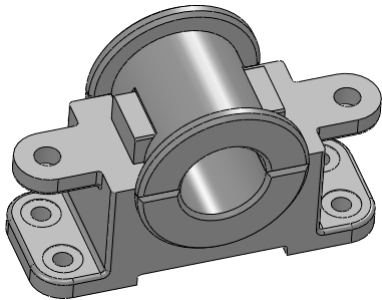

图 6-42 复制卡销
STEP 7 单击“装配体”工具栏中的“随配合复制”按钮，选择卡销零部件，再选择轴承座底左侧的相关部分，如图 6-42 所示，复制出另一个卡销。